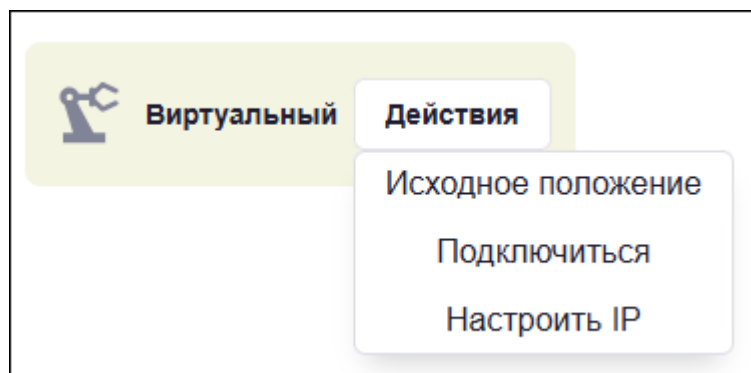

Рисунок 30 – Контекстное меню действий манипулятора
- нажмите кнопку «Действие», отобразится контекстное меню действий манипулятора (Рисунок 30);